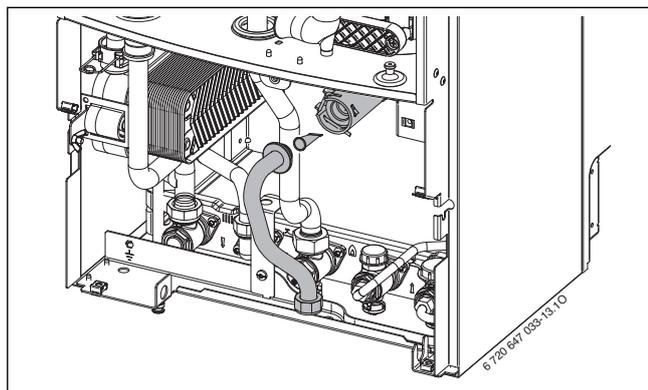

Fig. 71
- ▶ Contrôler l'encrassement du filtre à l'entrée eau froide sanitaire (→ fig 71).